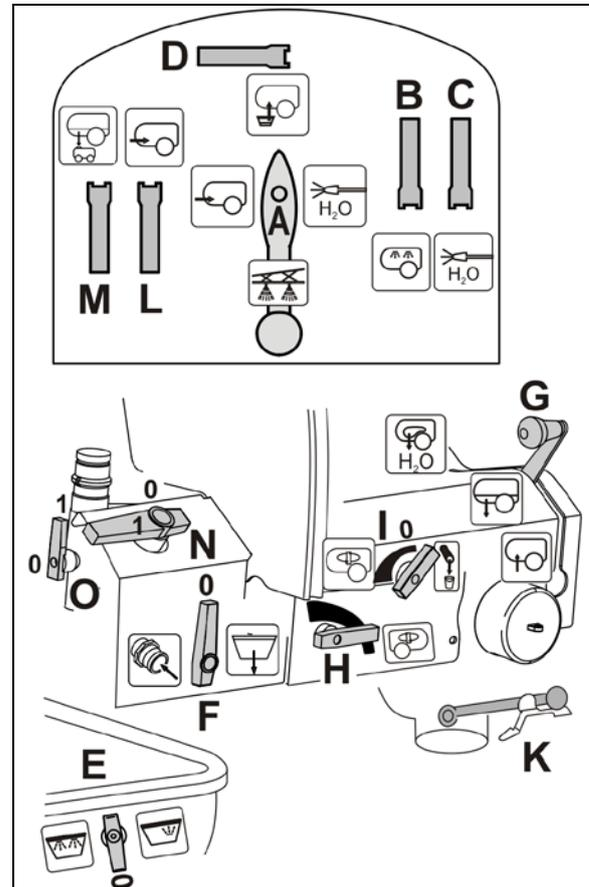

Fig. 152
16. **Varillaje Super-S:** Purgue el sensor de presión (Fig. 152/1), soltando la manguera del sensor de presión.